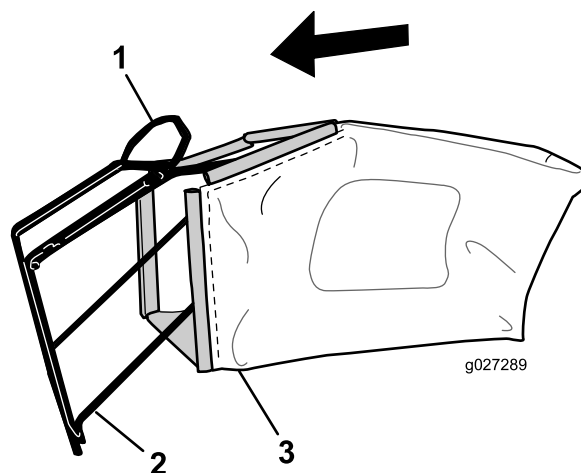

Figura 7
1. Coloque la bolsa de recogida sobre el bastidor, según se muestra en la Figura 7.
Nota: No coloque la bolsa sobre el manillar (Figura 7).